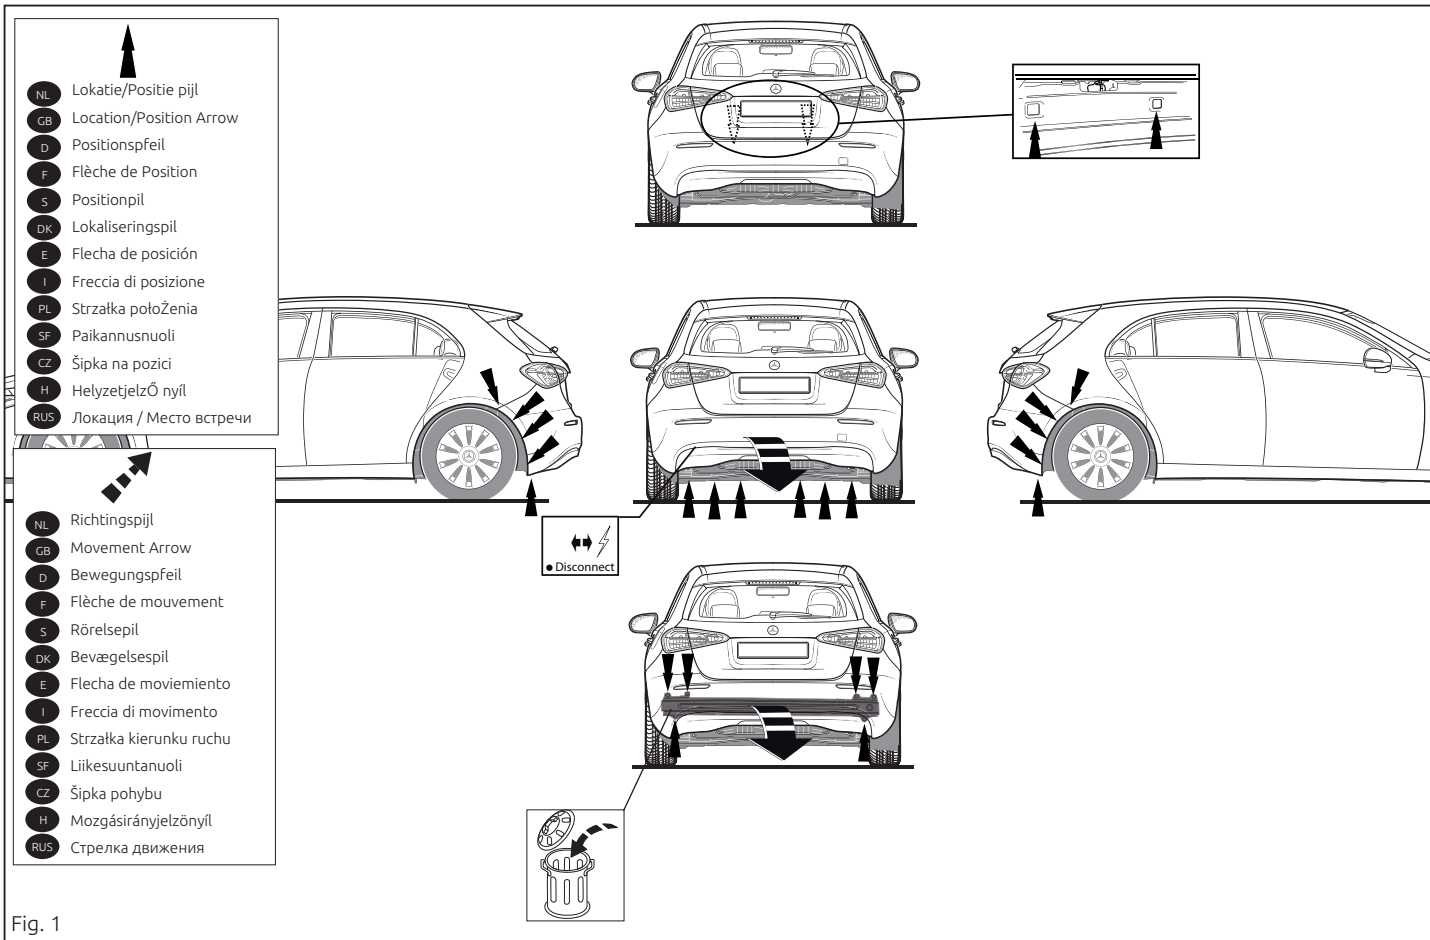

Fig. 1
1. Снять бампер вместе со стальным буферным брусом автомобиля. Буферный брус больше не понадобится. См. рисунок 1.
5. Герметизировать обозначенные части (см. рис. 1)